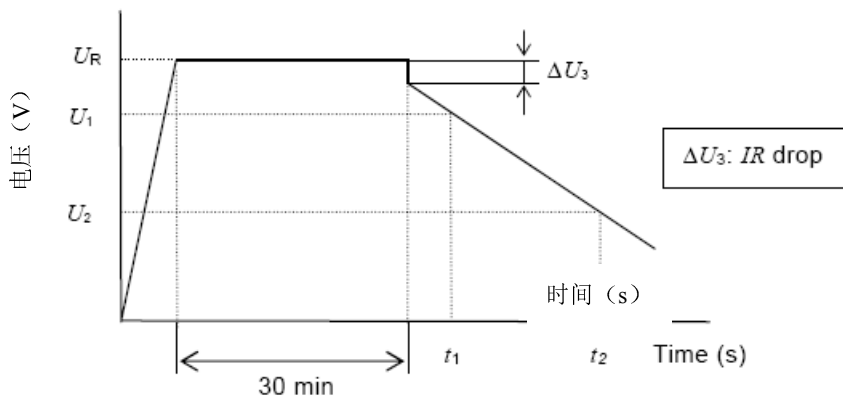

图2 电容器的端电压特性
- 测量电容器两端电压从 U_1 到 U_2 的时间 t_1 和 t_2 ，如图2所示，根据下列等式计算电容量值：